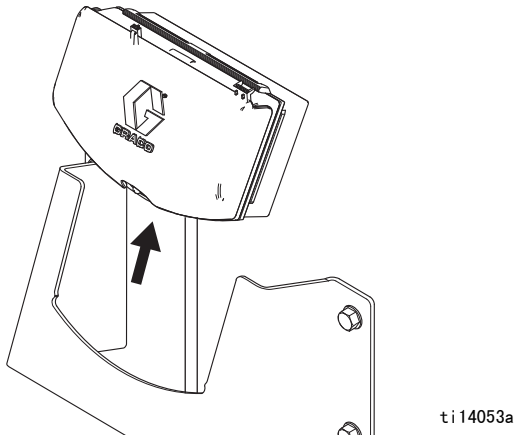

图 3. 取下 DataTrak
- 2. 从支架上取下 DataTrak 模块。见图 3。将组件拿到非危险场所。